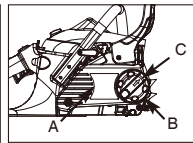

Fig. 3B
3. Løsne knappen (C) lett ved å vri knotten mot klokken og vri deretter kjedespenningsringen for kjeden (B) mot klokken for å lette opp spenningen på kjeden. (Fig.3B)
4. For å fjerne dekslet på tannhullet (A), vri knappen (B) mot klokken. (Fig.3B)